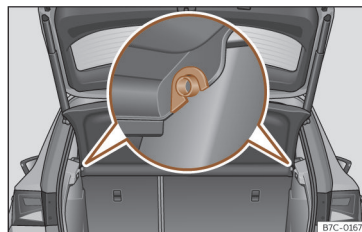

Fig. 159 Dans le coffre à bagages : démonter et remonter la plage arrière.
- Dégagez la plage arrière des supports latéraux >>> **fig. 159** en la tirant vers le haut puis en la détachant.
- Introduisez la plage arrière horizontalement en faisant coïncider la « forme en U » sur l'axe des supports >>> **fig. 159**, et appuyez vers le bas jusqu'à ce qu'elle s'encastre.